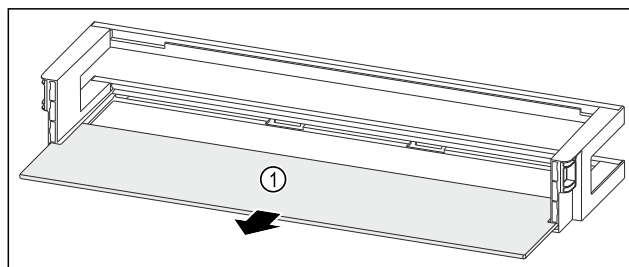

Fig. 274 Дверная полка со съемной полкой
- ▶ Извлеките съемную полку Fig. 274 (1).